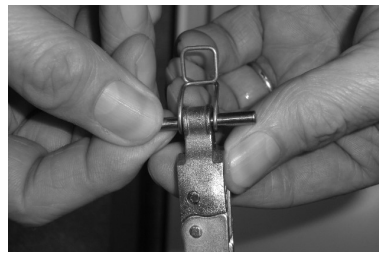

Fig. 15
- F. Finalizar el ensamblaje del terminal cadena con el gancho por medio del perno Ø4x32 suministrado e introducido en posición media (Fig. 15).